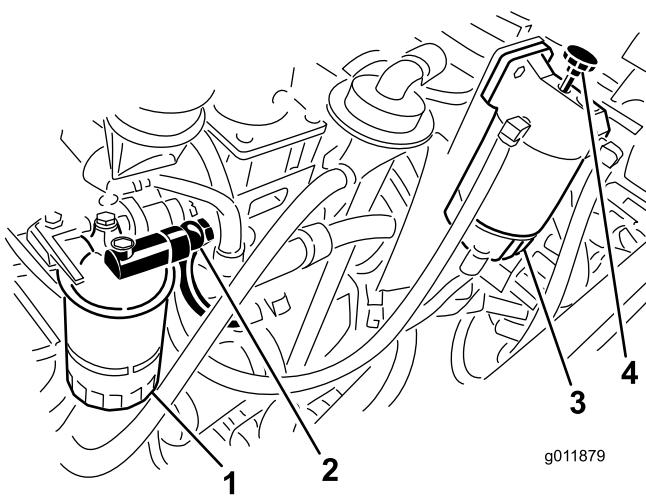

図 66
5. 燃料フィルタハウジングについているバンジョーフィッティングをゆるめる（図 66）。
6. 水セパレータのプライミングポンプを操作して、バンジョーフィッティングから空気の混じらない燃料がでてくるまで燃料をくみ上げる（図 66）。